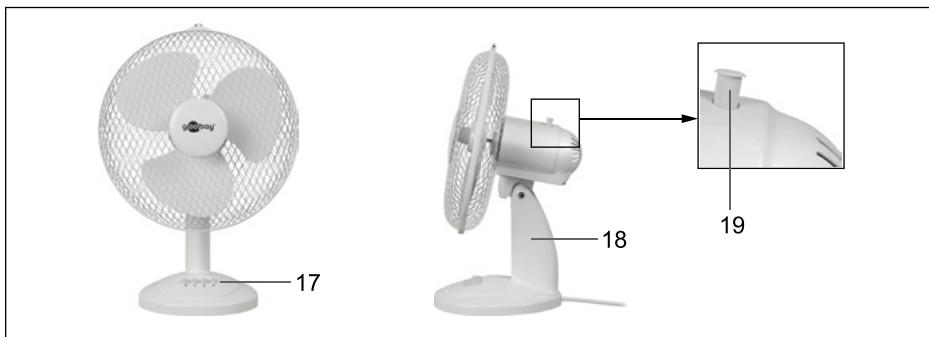

Fig.41: Ventilatore da tavolo montato
9. Riunire il nastro di fissaggio (7) alle estremità.
10. Inserire la vite a croce con testa bombata (8 a) attraverso i due occhielli (15) e fissarla con il dado (8 b). *La vite con testa a croce deve essere avvitata solo in minima parte e deve minimal eingedreht sein und bündig mit der terminare a filo con il dado.*
11. Avvitare l'anello risultante sul bordo della griglia di protezione posteriore (14). *Il bordo della griglia di protezione deve trovarsi nella scanalatura posteriore (15) del nastro di fissaggio. Vedere Fig. 41 a).*
12. Inserire la griglia di protezione anteriore (6) nella scanalatura anteriore (16) del nastro di fissaggio. Vedere Fig. 41 b).
13. Avvitare ulteriormente in senso orario la vite con testa a croce utilizzando un cacciavite apposito. Vedere Fig. 41 c).